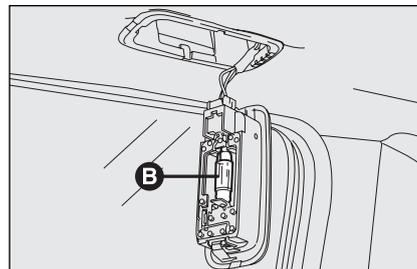

fig. 48
- remplacer l'ampoule **B-fig. 48** en la dégageant des contacts latéraux et en s'assurant que la nouvelle ampoule soit correctement bloquée entre les contacts mêmes.